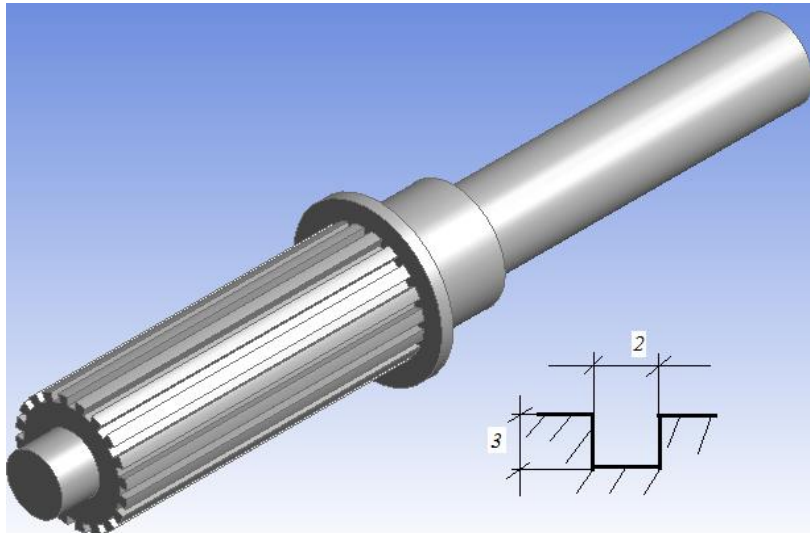

Рис. 1. Загальний вигляд вала.
**Тема роботи:** Моделювання напружено-деформованого стану вала трансмісії з використанням типу аналізу *Static Structural* – аналізу статичної міцності в *Ansys Workbench*. Загальний вигляд вала та вихідні дані представлені на рис. 1, 2. Розглянути варіанти різної кількості шліцьових канавок.